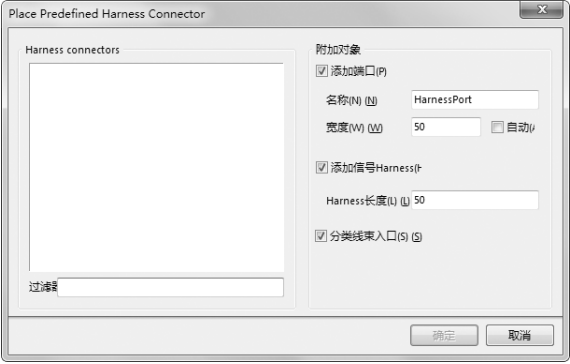

图 3-38 “Place Predefined Harness Connector” 对话框
3. 单击菜单栏中的“放置”→“线束”→“预定义的线束连接器”命令，弹出如图 3-38所示的信号连接器属性设置对话框。